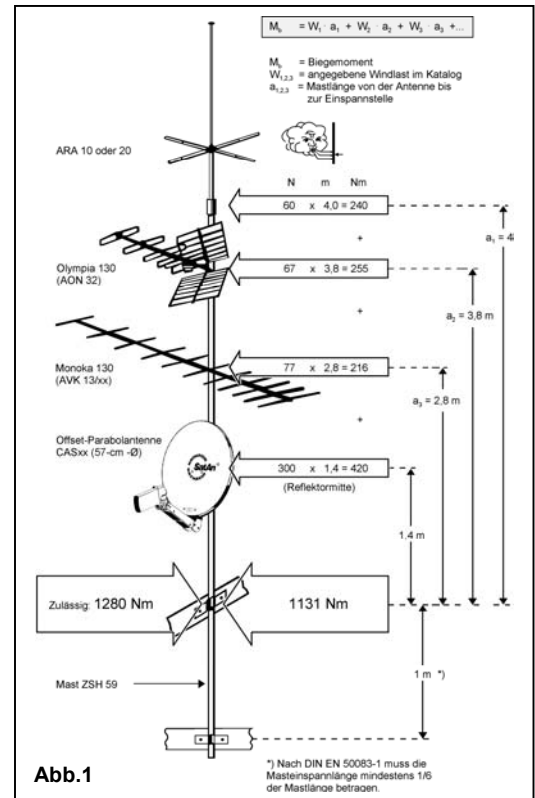

Abb.1
■ Mastmontage und Mastberechnung (Abb. 1)